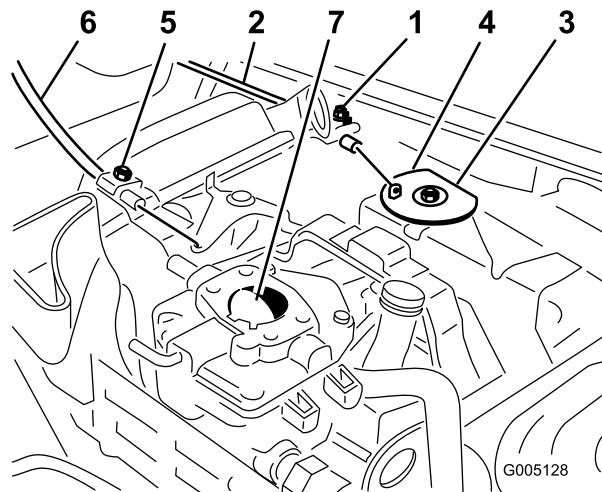

Figura 47
1. Liberte o parafuso que fixa o cabo ao motor (Figura 47).
3. Puxe o cabo do regulador até que a zona traseira da cavilha entre em contacto com o batente (Figura 47).
3. Puxe o cabo do ar até que a borboleta se encontre completamente fechada e em seguida aperte o parafuso de fixação do cabo (Figura 47).